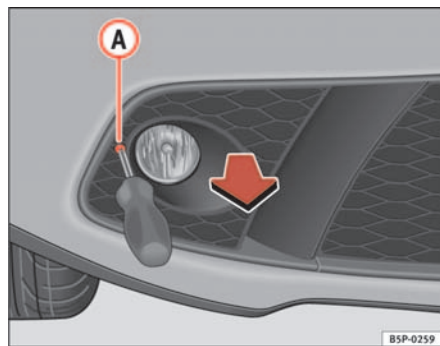

Fig. 203 Accesso alloggiamento occhiello di traino
- Estrarre la vite **(A)** ⇒ fig. 203.